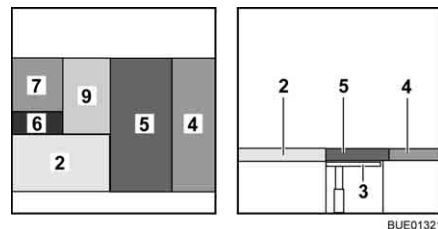

Fig. 147 Dopo la trasformazione
- Aprire il cuscino aggiuntivo (Fig. 147,9) e collocarlo sul tavolo.
- Posizionare il cuscino del divano (Fig. 147,5) al centro.
- Posizionare il cuscino dello schienale (Fig. 147,4) tra il cuscino del divano e la parete.